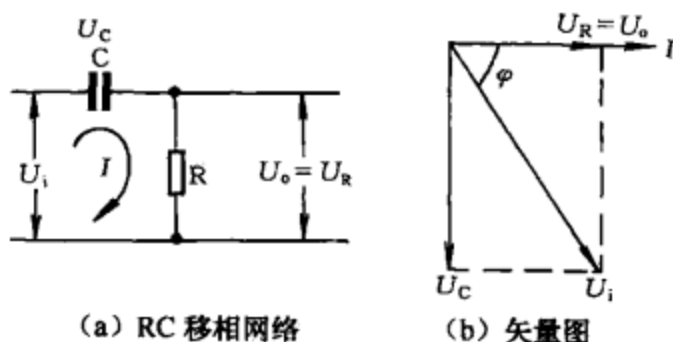

图 1-61
(2) 利用电容器上电流超前电压的特性，可以构成 RC 移相网络，如图 1-61 所示。RC 移相网络中，输出电压 U_o 取自电阻 R ，由于电容器 C 上电流 i 超前输入电压 U_i ，因此 U_o 超前 U_i 一个相移角 φ ， φ 在 $0^\circ \sim 90^\circ$ ，由 R 、 C 的比值决定。